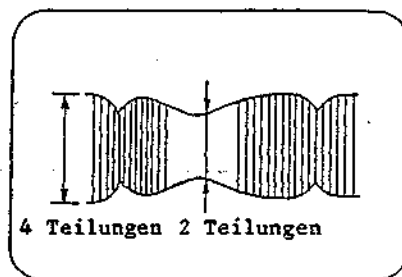

Abb. 3-15
- 5) Den Spurlagenregler drehen und die maximale Amplitude des FM-Ausgangs auf 4 Teilungen einstellen (siehe Abb. 3-15).